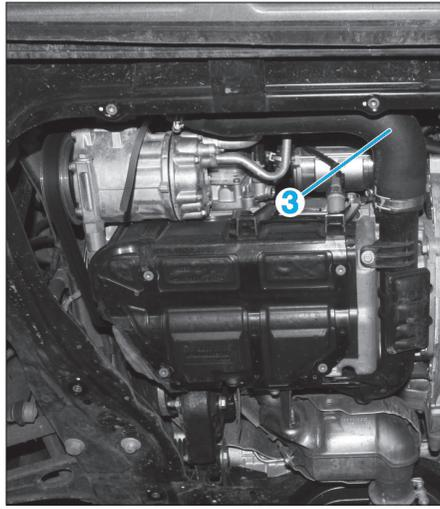

Fig. 42
- Sous le véhicule, déposer la durit d'air (3) (Fig.42).